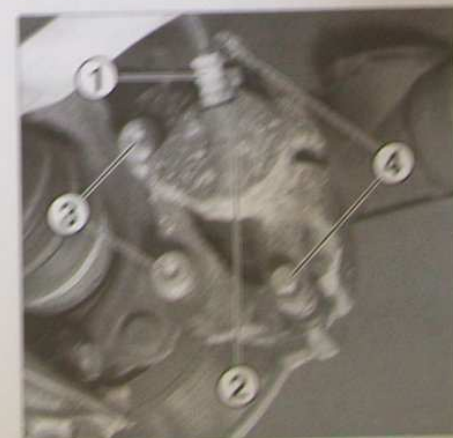

FIG. 6
- Desserrer le flexible de frein (1) sur l'étrier (2) (Fig. 6).
- Dévisser les vis de fixation (3) du support d'étrier sur le pivot puis dégager l'ensemble.